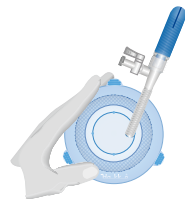

図1
1. 本品の透明部分の開口部目安ラインより内側を目安にし、任意の位置にトロカールを刺入します。(図1) 刺入する深さはラッププロテクターの上リングから臓器までの距離を測り、トロカール先端が臓器を損傷しない距離までとします。